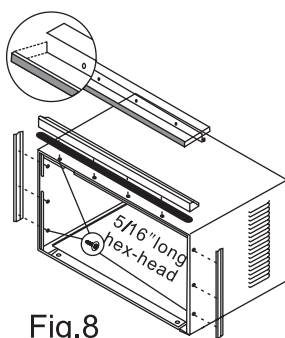

Fig.8
2. Installez les vis à tête hexagonale de 5/16 po sur l'armoire, tel qu'illustré à la figure 8 (10 vis).